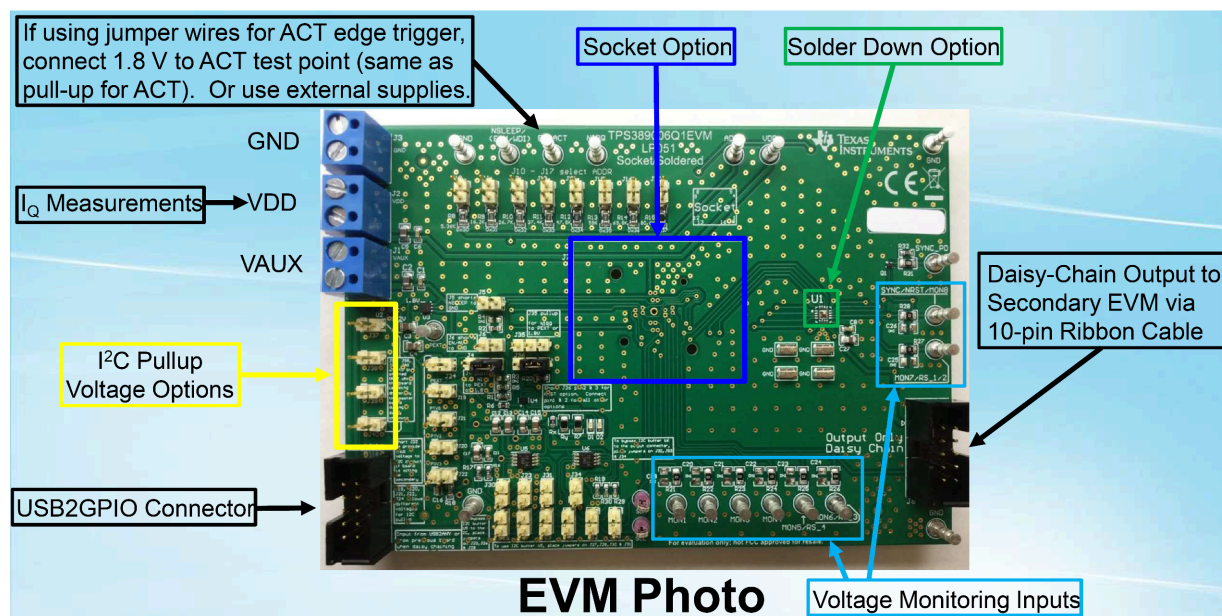

图 4-1. TPS389006Q1EVM 连接说明
8. 可以在图 4-1 中找到 TPS389006Q1EVM 的说明。